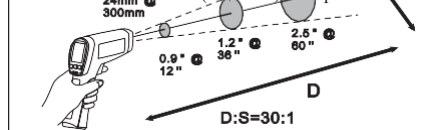

Рисунок 6. Расстояние и размер пятна
По мере увеличения расстояния (D) от измеряемой цели размер пятна (S) области, измеряемой устройством, становится больше. Размер пятна указывает на 90% энергии окружения. Максимальное значение D:S достигается, когда термометр находится на расстоянии 600 мм (60 дюймов) от цели. В результате величина размера пятна составляет 20 мм (2 дюйма). См. рис. 6.